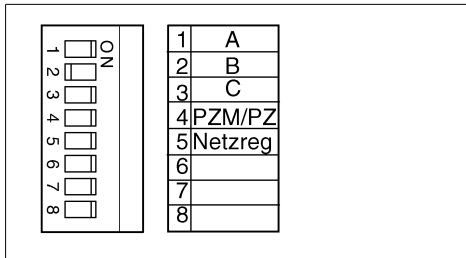

Abb. 5: DIP-Schalter
Der Härtebereich des Leitungswassers muss an der elektronischen Steuerung mit Hilfe des DIP-Schalters (26) eingestellt werden. Den dem Härtebereich zugeordneten Kontakt öffnen (in die Stellung gegenüber „ON“ schieben; siehe Abb. 5).